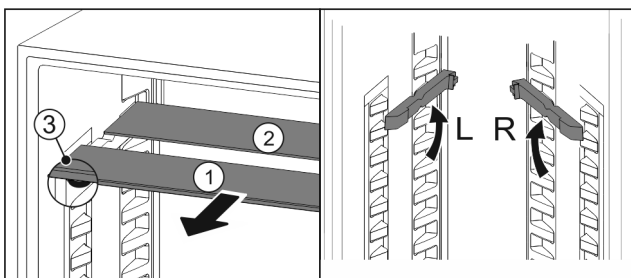

Fig. 82
- ▶ Extrageți Fig. 82 (1) pe rând plăcile de sticlă spre înainte.
- ▷ Placa de sticlă Fig. 82 (1) cu șipca decorativă se află în față.
- ▷ Opritoarele Fig. 82 (3) indică în jos.